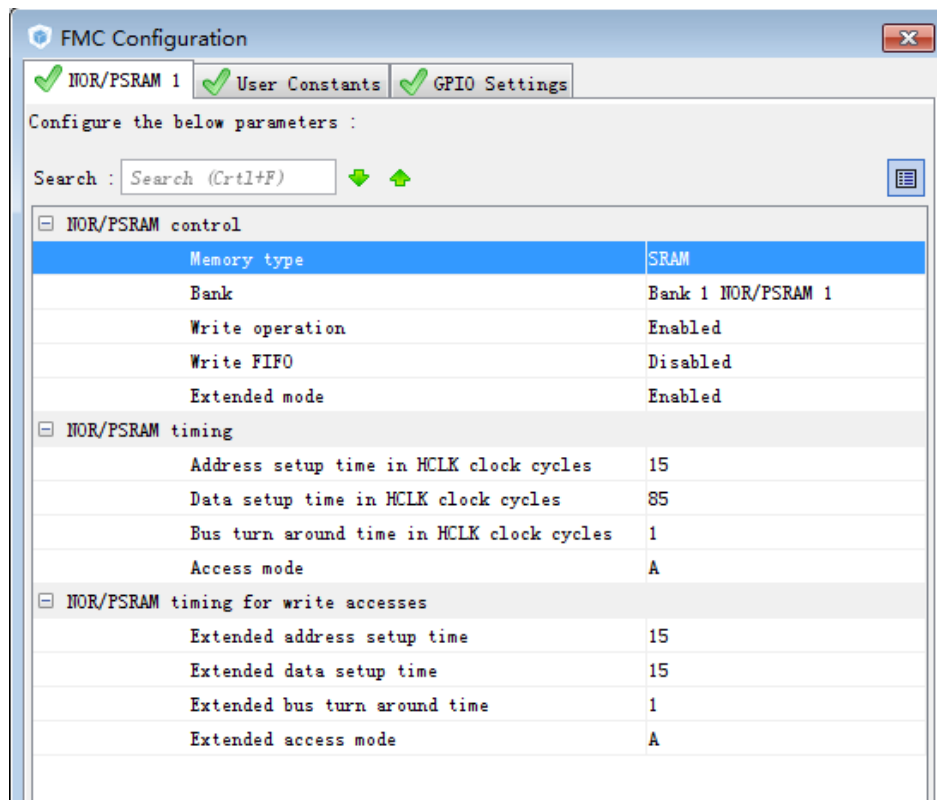

图 18.5.2 FMC Configuration 配置界面 NOR/PSRAM1 选项卡
- ② 点击 Configuration->FMC 进入 FMC 配置界面,在 NOR/SRAM 1 选项卡之下配置相关参数。这些参数的含义这里我们不累赘,在 18.1 小节讲解 HAL_SRAM_Init 函数的时候都有讲解。配置方法如下图 18.5.2 所示: